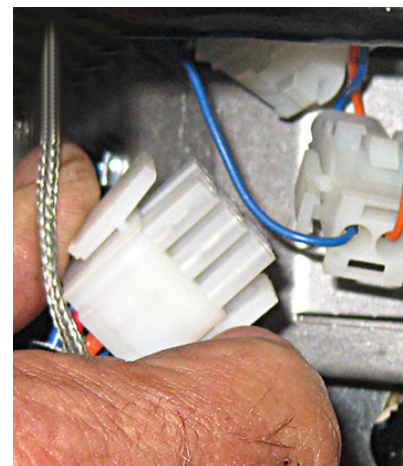

図 18
21. モジュールハーネスを取り外し (図 18 を参照)、再組み立て用にマークします。